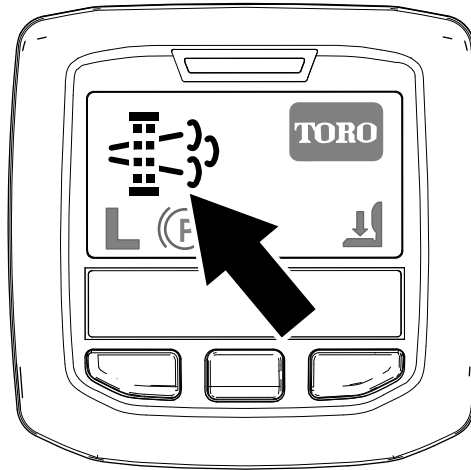

Figura 38
- Nell'InfoCenter viene visualizzata l'icona di richiesta rigenerazione parcheggiata (Figura 38).